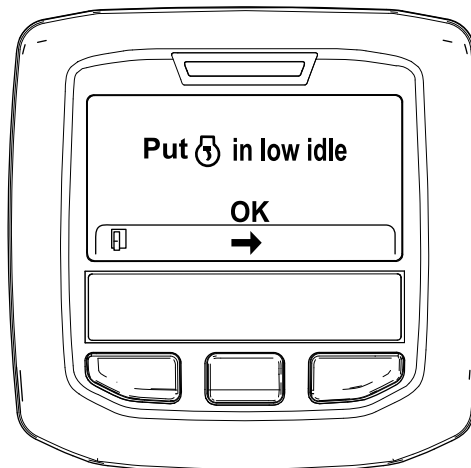

Рисунок 49
6. Переведите дроссельную заслонку в положение МАЛОЙ ЧАСТОТЫ ВРАЩЕНИЯ ХОЛОСТОГО ХОДА и нажмите среднюю кнопку (Рисунок 49).